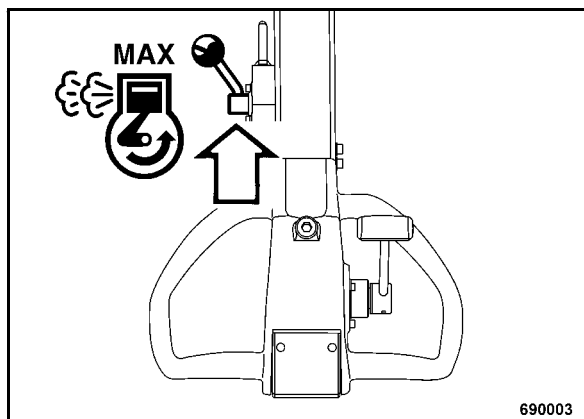

рис. 22
- Установить рычаг управления частотой вращения (рис. 22) в положение "MAX".